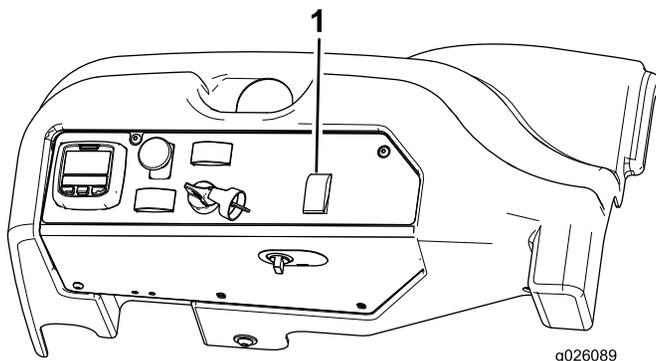

Figura 32
1. Presione el interruptor de selección de la dirección hacia atrás (dirección a cuatro ruedas) (Figura 32).